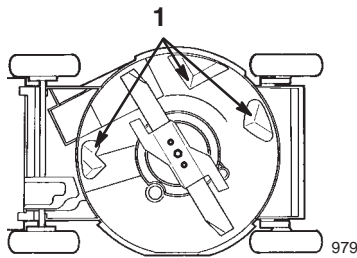

Bild 21
Halten Sie die Unterseite des Schneidwerks sauber. Achten Sie besonders darauf, die Windflügel sauber zu halten (Bild 21).
5. Kippen Sie den Rasenmäher auf seine **linke** Seite (Bild 21).